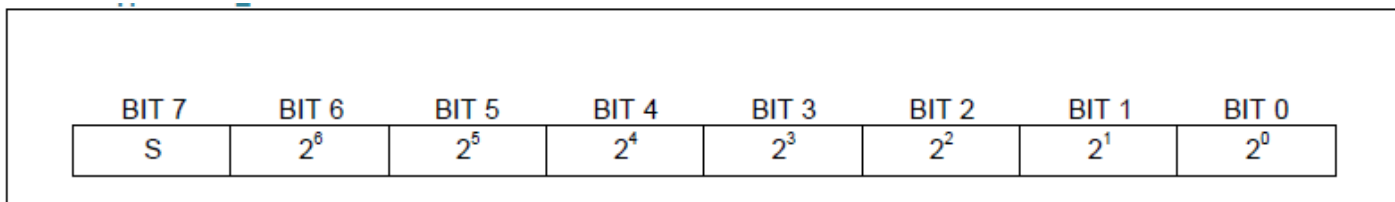

图 8 T_H 和 T_L 寄存器格式
GXHT3W 完成一次温湿度转换后，就用该温度值存储在 T_H 和 T_L 寄存器（如图 8 所示）中的一个字节的用户自定义的报警阈值进行比较。标志位 (S) 指示温度值的正负：正数 $S=0$ ，负数 $S=1$ 。 T_H 和 T_L 寄存器是非易失性的 (EEPROM)，所以在掉电后数据仍然保持。在存储器节将解释 T_H 和 T_L 是如何存入寄存器的第 2 和第 3 个字节的。